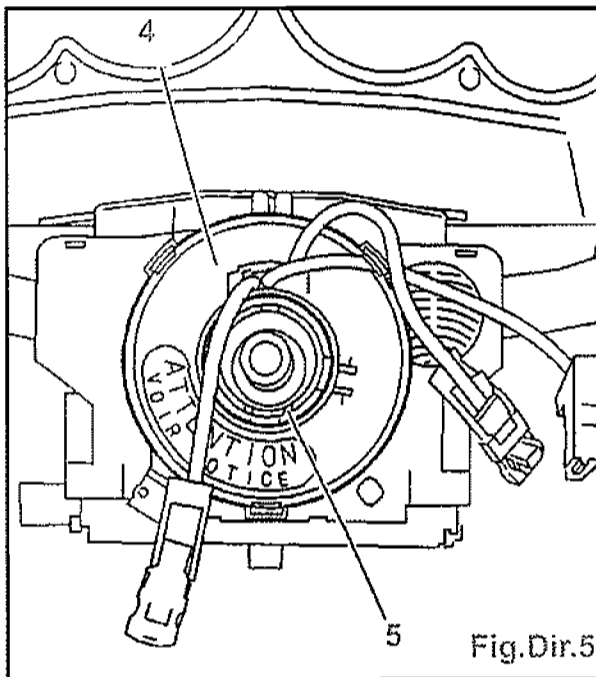

Fig.Dir.5
- Serrer la vis (3) à $2 \pm 0,5$ m.daN.
- Vérifier que le contacteur tournant (4) est verrouillé en rotation par la bague (5) (Fig.Dir.5).